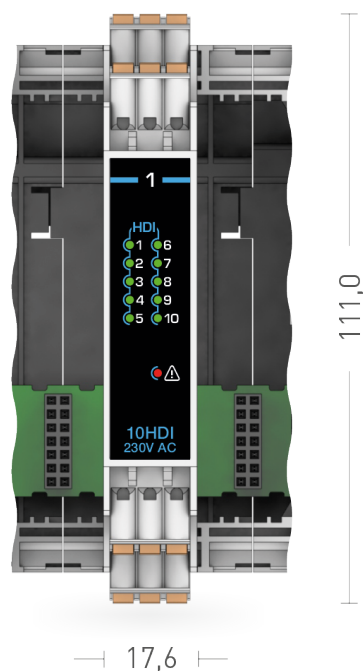
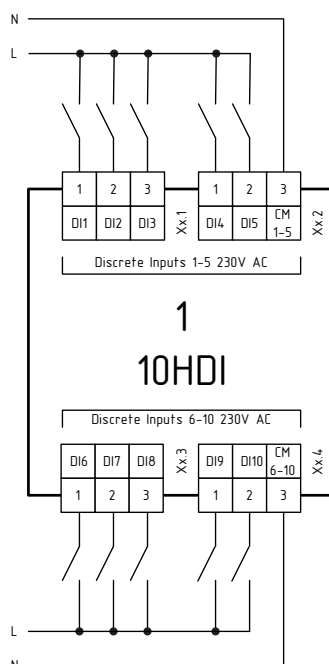

Рисунок 1.8 – Внешний вид модуля расширения MCU-1-10HDI
Рисунок 1.9 – Схема подключения модуля расширения MCU-1-10HDI
- Внешний вид и схема подключения приведены на рис. 1.8 и рис. 1.9.